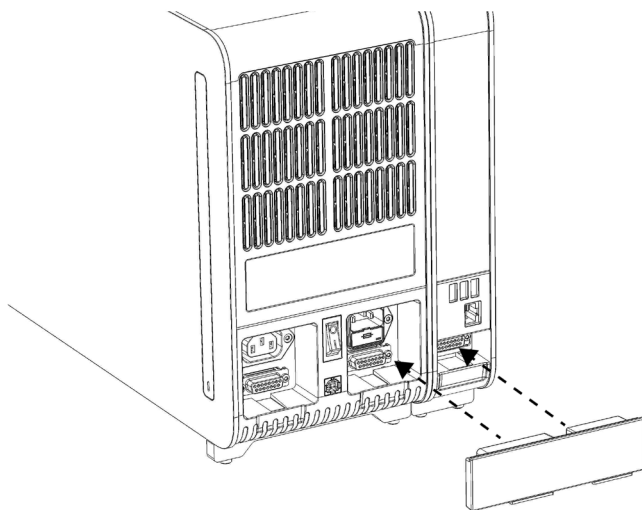

图 8. 连接分析/运行模块桥。
5. 连接 QIAstat-Dx Analyzer 1.0 背面的分析/运行模块桥，使操作和分析模块连接到一起（图 8）。